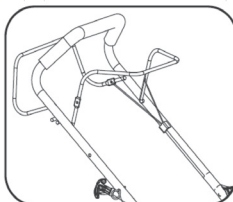

Рис. 13
2. Вытяните и закрепите ручку стартера в специальном креплении на правой стороне рукоятки управления (рис. 13).
5. После запуска двигателя установите ручку стартера в крепление на рукоятке управления (рис. 13).